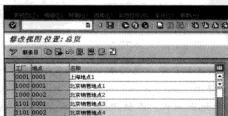

图 8-35 “修改视图位置: 总览”界面
STEP 1 在命令栏输入 SPRO 命令, 通过菜单选择“企业结构→定义→后勤-常规→定义位置”选项, 进入“修改视图位置: 总览”界面, 如图 8-35 所示。